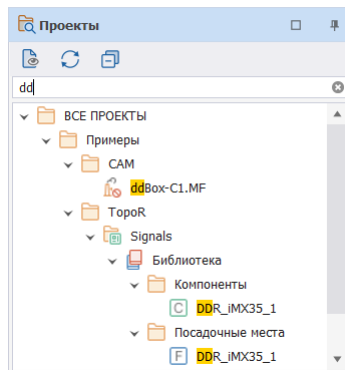

Рис. 7 Поиск проекта по имени
- Поиск проекта по имени, Рис. 7. Для того чтобы найти проект по его имени необходимо в поисковой строке ввести часть имени проекта, после чего система отобразит в панели проекты, в название которых входят введенные символы;